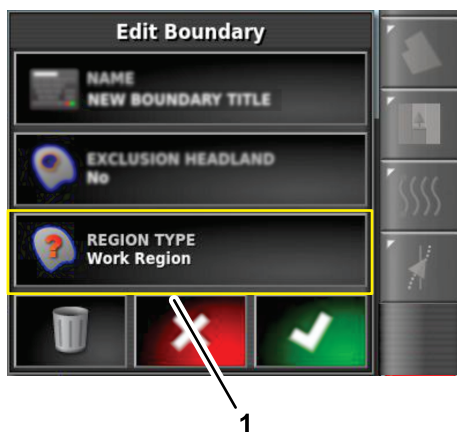

Figure 59
1. Dans la boîte de dialogue Modifier une limite, appuyez sur l'icône TYPE DE ZONE (Figure 59).